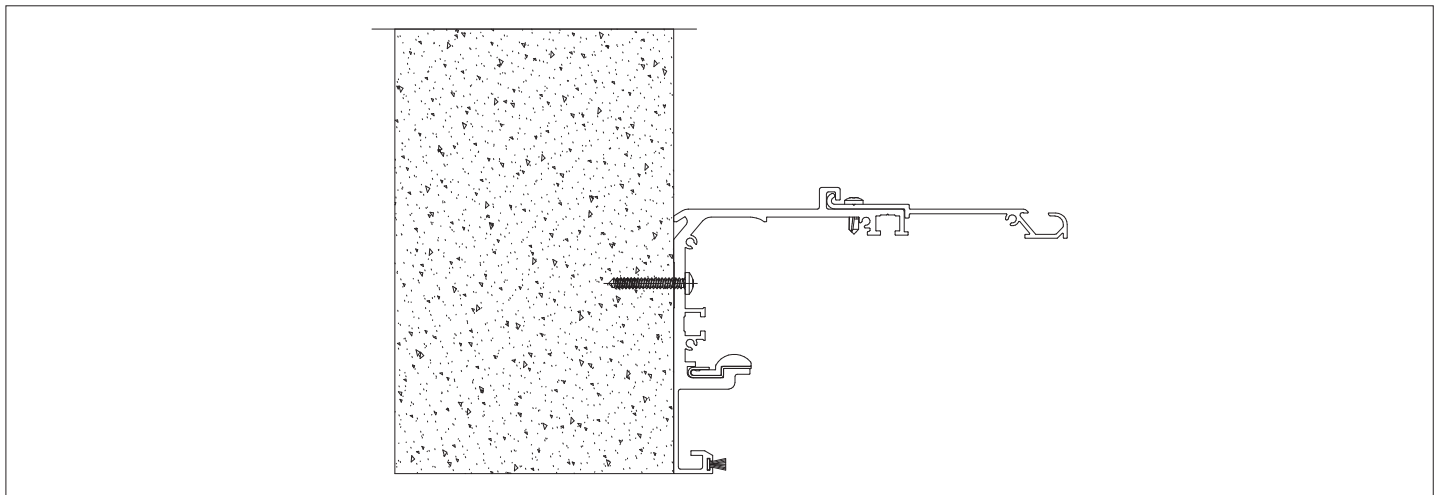

Рис. 3
2. Закрепите собранный несущий профиль на высоте проема Н шурупами  $5,5 \times 45$  (60 мм) с шагом 300–400 мм в зависимости от веса створок. Зафиксируйте уплотнитель рельса на рельсе и вставьте рельс в несущий профиль. Протяните фетровый уплотнитель в нижний паз несущего профиля (рис. 3).